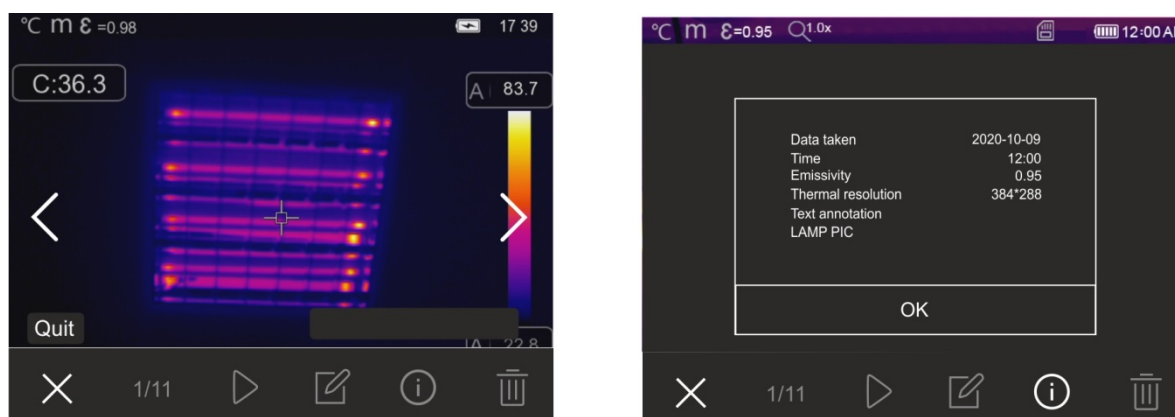

Fig. 49: Recuperar imagens guardadas no dispositivo
1. clicar no ícona para entrar na galeria de imagens e vídeos guardados na memória do instrumento ou no cartão micro SD. O ecrã da Fig. 49 - o seguinte lado esquerdo é mostrado no ecrã